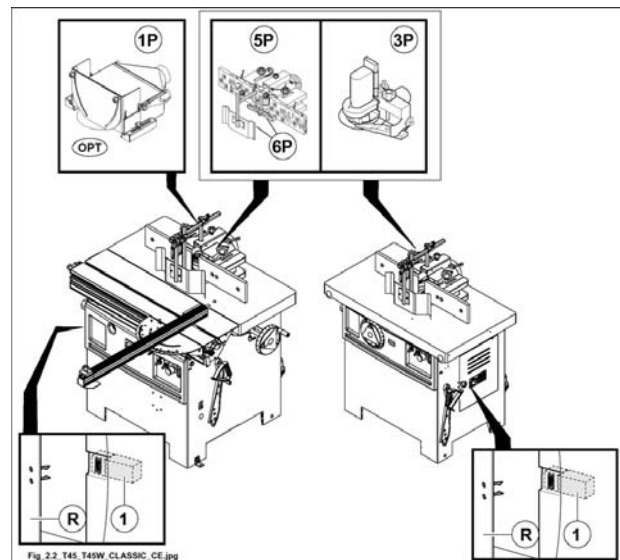

Fig. 2.2
- 2.2 Disposizione e descrizione dei dispositivi di sicurezza (Fig. 2.2) 4
2.2 DISPOSIZIONE E DESCRIZIONE DEI DISPOSITIVI DI SICUREZZA (FIG. 2.2)